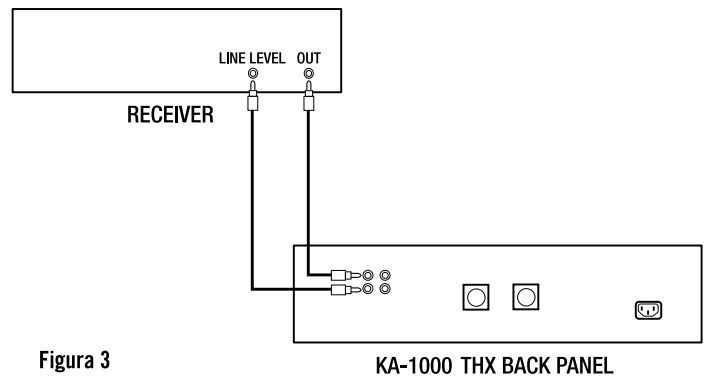

Figura 3
**Conexión de procesador o receptor surround analógico o sin certificación THX, o sistema estereofónico de dos canales.** Algunos receptores o procesadores analógicos A/V (sin capacidad Dolby Digital® o DTS®) tienen una salida de subwoofer de nivel de línea. Otros tienen salidas de nivel de línea de canal derecho e izquierdo, tal como algunos receptores y amplificadores estereofónicos integrados. Todos los preamplificadores y procesadores surround estereofónicos separados tienen salidas de nivel de línea. Si su sistema ha sido organizado basándose en uno de estos dispositivos, casi siempre es mejor usar el KA-1000 THX con el interruptor THX en OFF. Esto activa el crossover y los controles de nivel. Estos tipos de salidas se deben conectar a las entradas de nivel de línea del KA-1000 THX (Figura 3). Necesitará uno o dos cables de interconexión blindados, de alta calidad y de longitud apropiada con clavijas RCA en los extremos. Su proveedor puede ayudarle a seleccionar los cables adecuados.